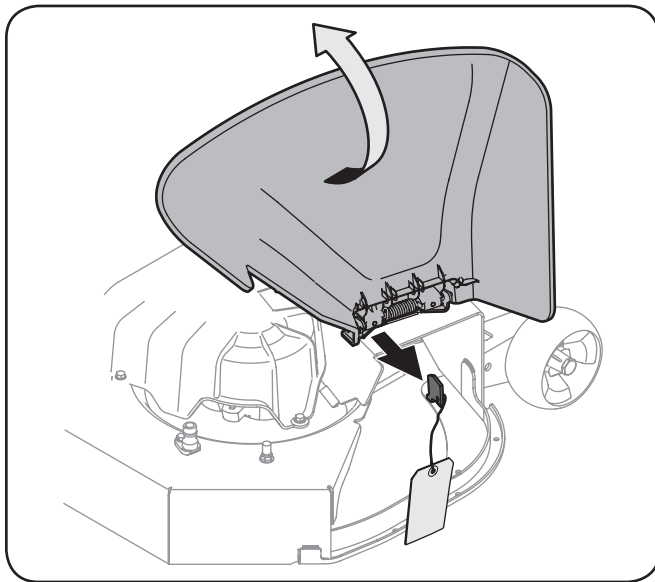

Figura 3-8
5. Sosteniendo el deflector del canal hacia arriba por completo, retire el soporte de tope sujetándola y girando en sentido horario. Baje el deflector del canal Figura 3-8.